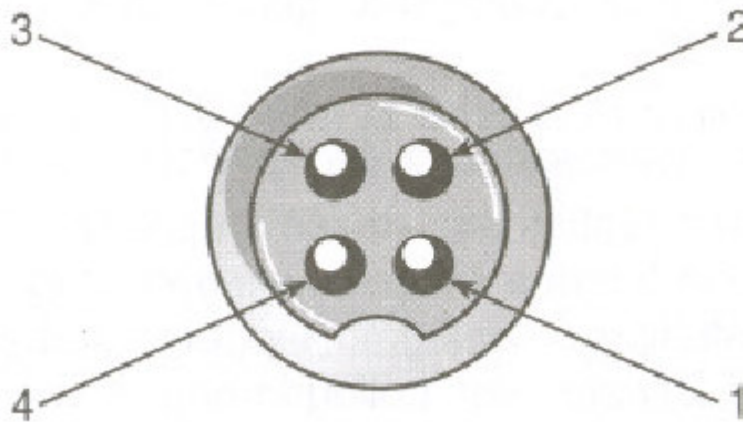

**Fig. 3**
- 4. Infilare il cavo del microfono attraverso la carcassa, l'anello dentellato e la rondella come mostra la Fig. 3.**
5. I fili dovranno essere saldati ai pin come indicato nello schema sopra riportato. La figura 4 mostra il numero dei pin della presa del microfono, visti dalla parte inferiore di tale presa. Prima di saldare i fili ai pin, prestagnare ogni singolo pin della presa. AssicurateVi che il telaio e l'anello dentellato della Fig. 3 vengano riinseriti nel cavo del microfono. Se verrà utilizzata la presa del microfono come supporto durante le fasi di saldatura, converrà saldare i pin nel seguente ordine 1 , 3, 2, 4 e limitare al minimo il tempo di saldatura e la quantità di stagno usata.